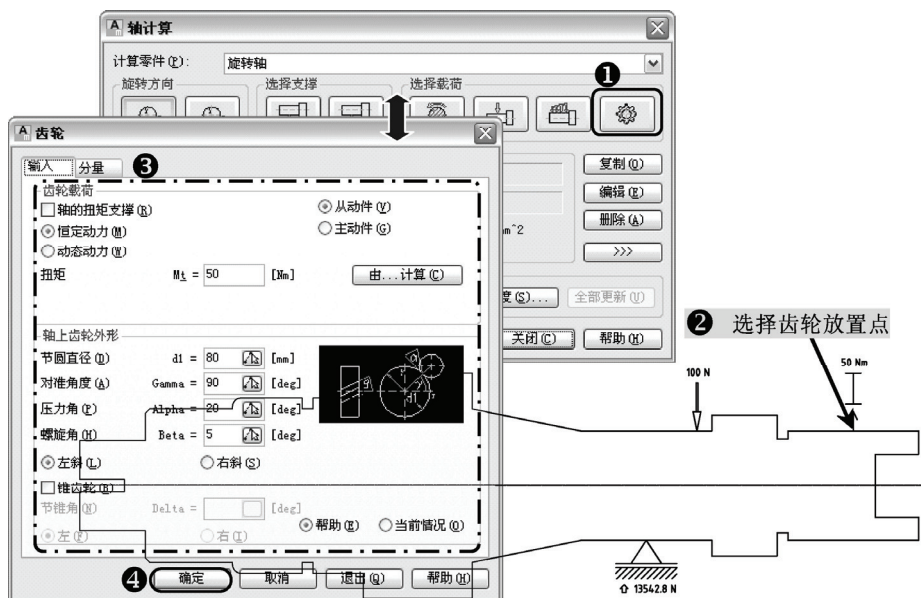

图 13-16 齿轮操作
8) 单击“选择载荷”选项中的“齿轮”工具按钮,指定齿轮插入点,弹出“齿轮”对话框,在对话框中设置好相关参数,单击“确定”按钮,返回“轴计算”对话框,如图 13-16 所示。